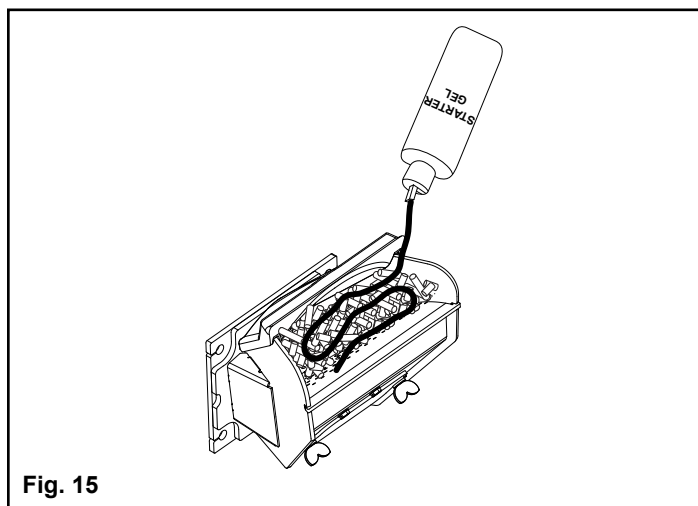

Fig. 15
6. L'application de gel d'allumage est illustrée à la Fig. 15.